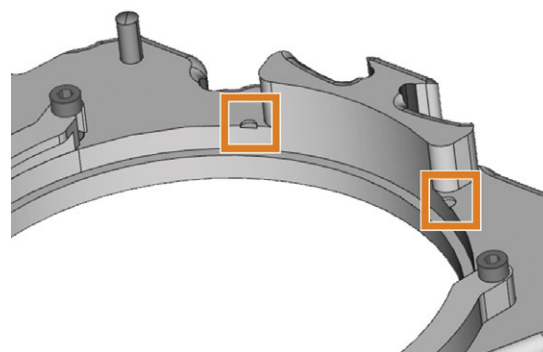

FIG. 30 REBAJES (MARCADOS EN NARANJA) QUE DEBEN QUEDAR ALINEADOS CON LAS MARCAS PARA UNA NUEVA FIJACIÓN MÁS SEGURA
- d. Si el disco se ha marcado para una nueva fijación, gire el disco hasta que la marca quede alineada con los rebajes correspondientes (marcados en naranja) del marco de pieza en bruto (↗ Fig. 30 abajo).